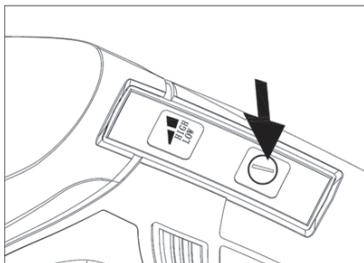

FIG. 7
- Pour allumer l'aspirateur, appuyez sur le bouton ON/OFF ; pour éteindre l'aspirateur, appuyez sur le bouton ON/OFF. (voir FIG.7)